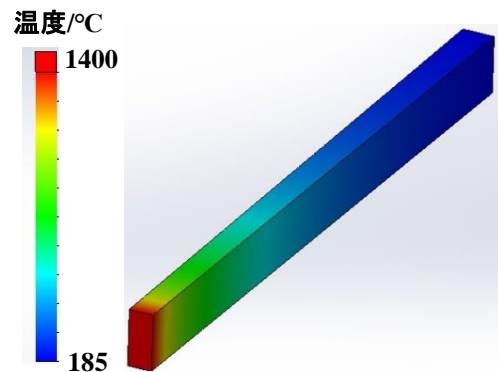

図4 最初に大きな応力が生じたとき(図3参照)のれんが内温度分布
- ・大きな応力が生じたときのれんが内の温度分布、応力分布、変形図を示す。(図4, 5)